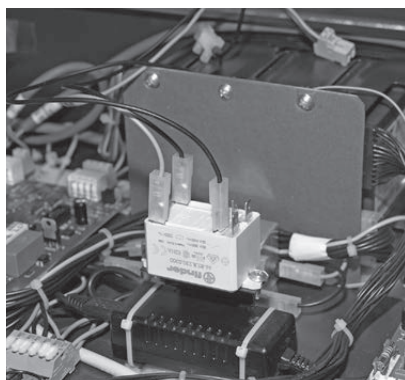
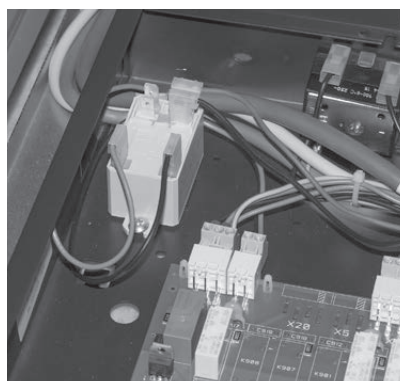

fig.18 LogWIN Klassik: Fissare il relè con 2 viti.
fig.19 LogWIN Premium Touch: Fixer le relais à l'aide de 2 vis
- Montare il relè sulla staffa sopra l'alimentatore con 2 viti autofilettanti 4,2 x 13, fig. 18, fig. 19.